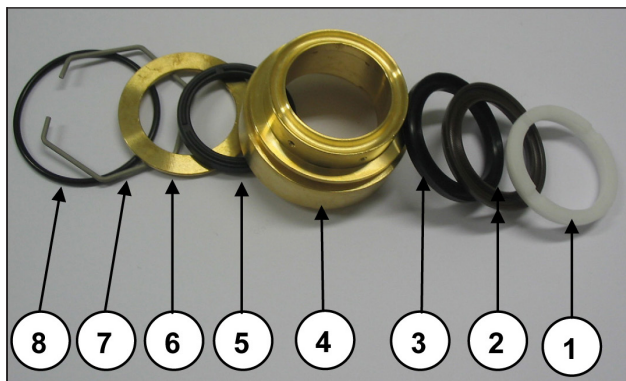

Fig. 44
Preste atenção à ordem de desmontagem do pacote de vedação, conforme indicado na Fig. 44, composto de:
- B) Lubrifique os componentes ②③⑤ (Fig. 44) com lubrificante de silicone Tipo OCILIS cód. 12001600. Tal operação é considerada necessária também para facilitar a adaptação das bordas da vedação sobre os pistões.